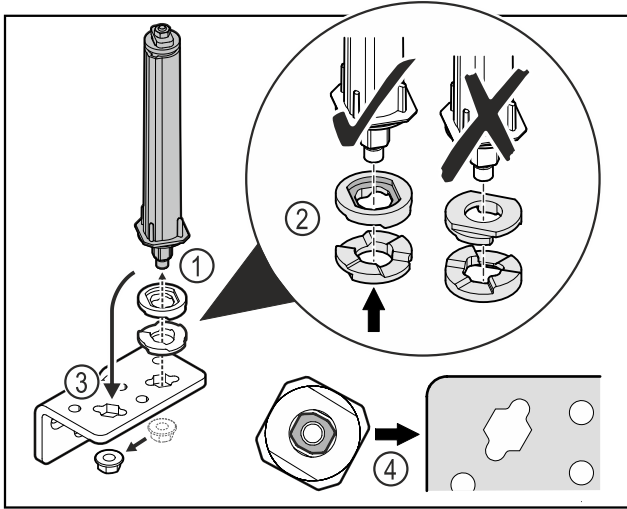

Fig. 40
- ▶ 松开螺母，并移除关门系统 Fig. 40 (1)。
- ▶ 确保高度调整垫片正确对齐 Fig. 40 (2)。
- ▶ 调换合页角铁中的关门系统并用螺母固定 Fig. 40 (3)。
- ▶ 装入时，确保关门系统正确对齐 Fig. 40 (4)。